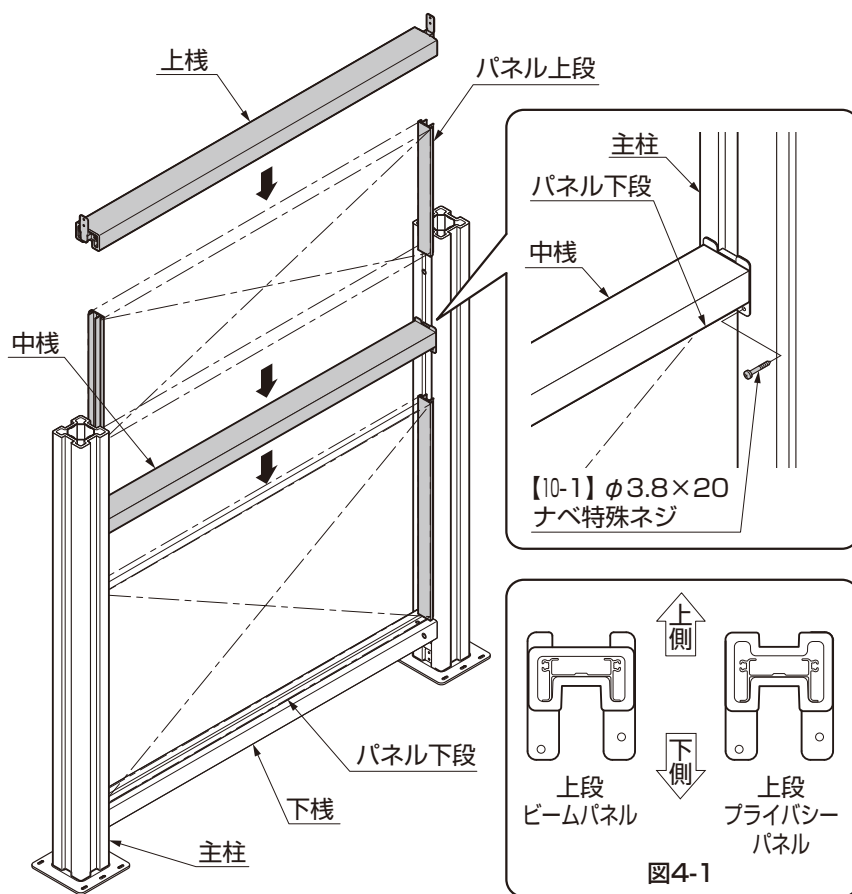

図4-2
- ① 中棧のネジ穴を下側にして、支柱溝部に取付けてください。
- ② 中棧の下側溝をパネルに合わせて組付位置を決めてください。(図4-2参照)